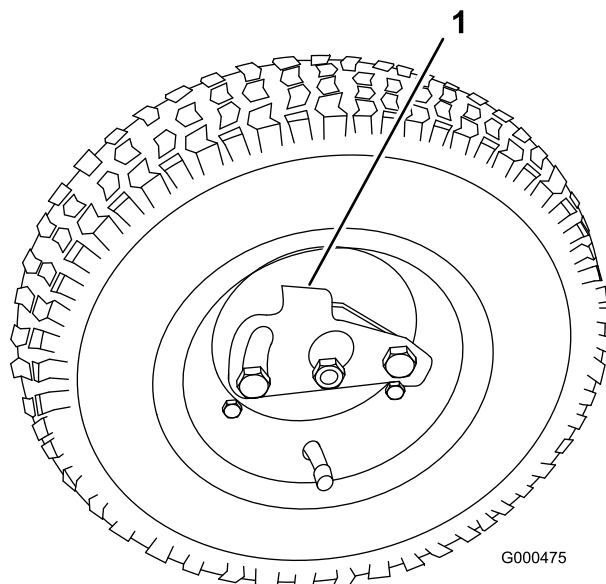

図 18
2. 車輪についているロッククリップが車軸に掛かるようにして車輪を六角シャフトに通す 図 18。